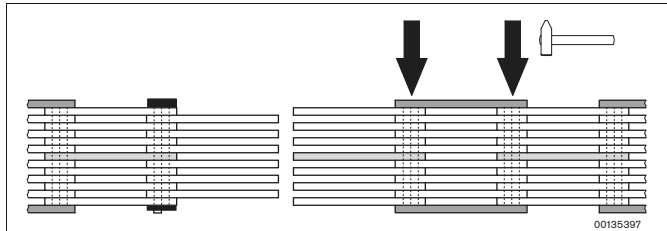

Fig. 11: Acortar: hacer saltar la costura de soldado
2. **Acortar:** mida la longitud del fragmento de cadena que desee extraer y haga saltar la costura de soldado en el lugar deseado **en un lado** propinando un golpe en el lado frontal de los pivotes (véase la Fig. 11).